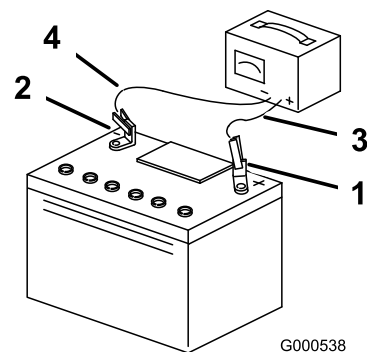

Figura 37
- Cuando la batería esté completamente cargada, desconecte el cargador de la toma de electricidad, luego desconecte los cables del cargador de los bornes de la batería (Figura 37).